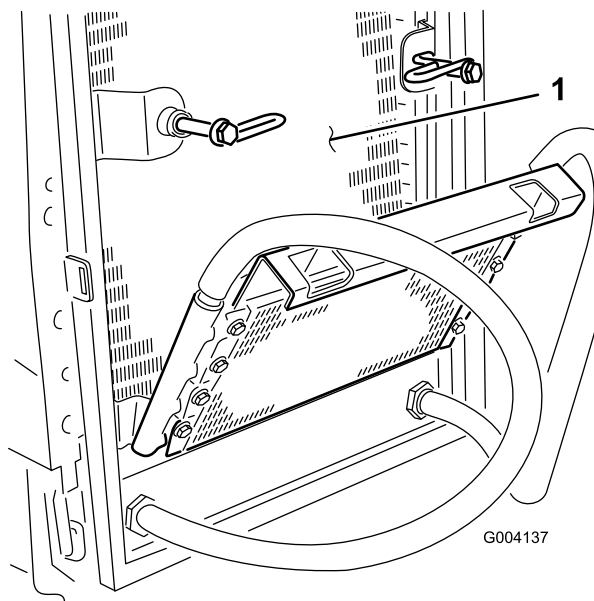

Figure 71
6. Nettoyez soigneusement les deux côtés du refroidisseur d'huile et du radiateur (Figure 71) à l'air comprimé.